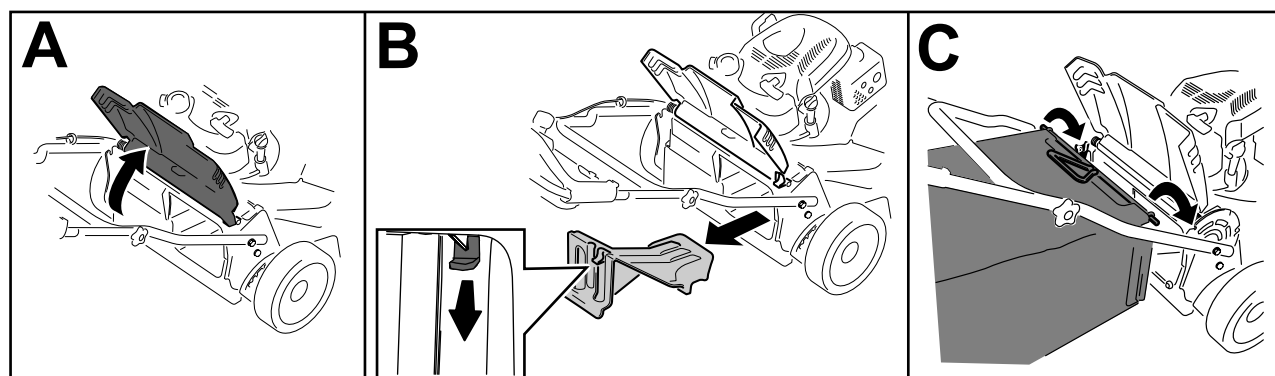

Figure 24
1. Soulevez le volet arrière et gardez-le dans cette position (A de la Figure 24).
2. Retirez l'obturateur d'éjection arrière en appuyant sur le verrou avec le pouce et en tirant l'obturateur hors de la machine (B de la Figure 24).
3. Placez la tige du bac dans les crans à la base du guidon et agitez le bac d'avant en arrière pour vous assurer que la tige est bien engagée au fond des deux crans (C de la Figure 24).